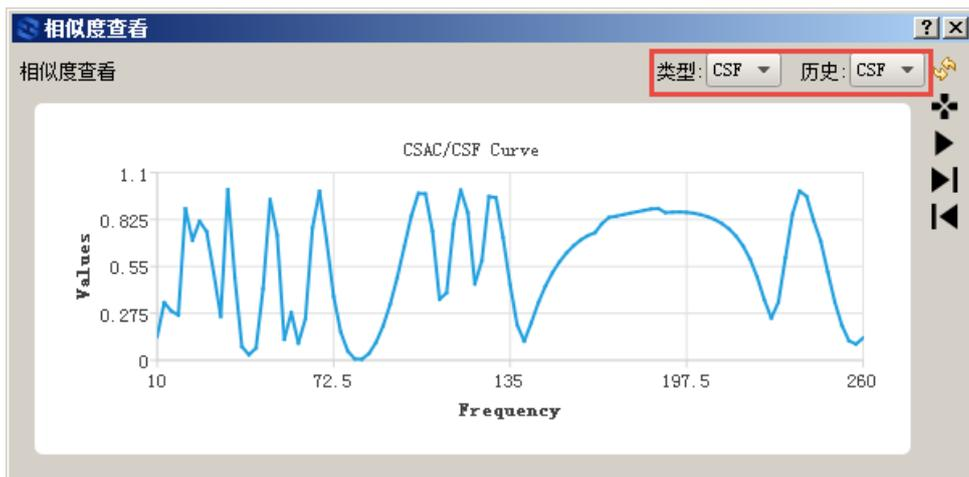

图 2.20 修正前的 CSF 图
(6) 相似度分析。
① 相似度分析。右键点击“4 相似度”，选择“计算相似度”，弹窗提示“相似度计算完成”，完成相似度分析。
② 相似度查看。右键点击“4 相似度”，选择“查看相似度”，弹出窗口如图 2.20 所示。点击右上角的“类型”下拉菜单，选择“CSF”，点击“历史”的下拉菜单选择“CSF”，这是仿真频响曲线与试验频响曲线的幅值相似度曲线，图 2.20 说明，仿真频响曲线与试验频响曲线之间的偏差很大。